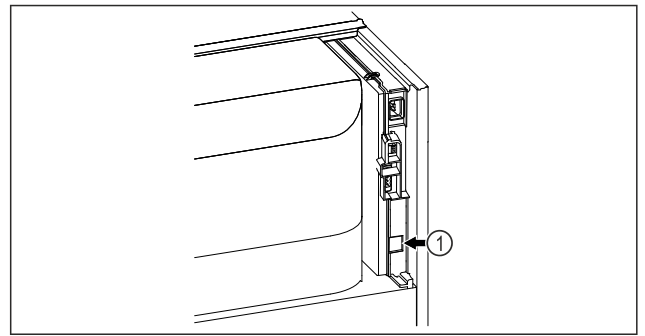

Fig. 83
- SmartModule Fig. 83 (1) встановлено.